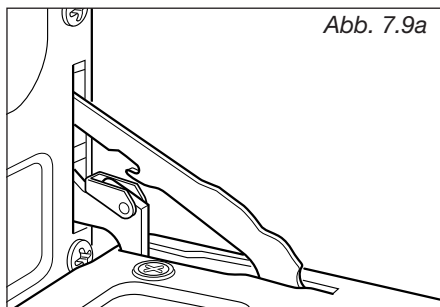

Abb. 7.9a
1. Ofentür öffnen (abb. 7.9a).
- Ofentür öffnen (abb. 7.9a).
- Entsperren Sie die Tür wieder, indem Sie sie vollständig öffnen und die Haltebügel auf den linken und rechten Türarm schieben (abb. 7.9a).